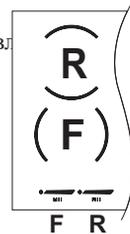

Рис. 12
**ВНИМАНИЕ! ФУНКЦИЮ «МОСТ» МОЖНО АКТИВИРОВАТЬ ТОЛЬКО ДЛЯ КОНФРОК, СВЯЗАННЫХ ПО ВЕРТИКАЛИ (F и R) (рис. 12).**